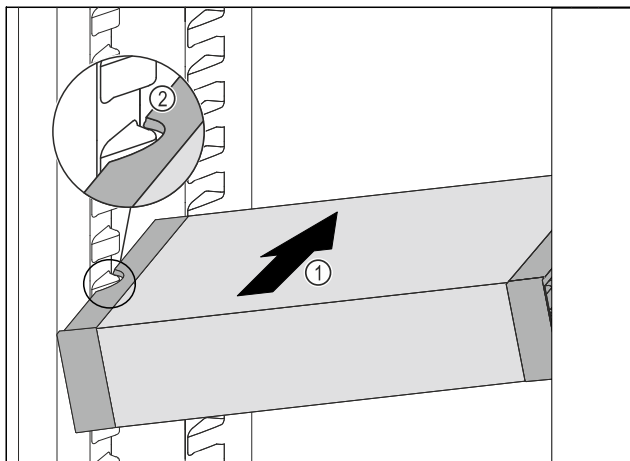

Fig. 94
- ▶ Вдвигайте VarioSafe под наклоном в холодильное отделение Fig. 94 (1), пока боковые выемки Fig. 94 (2) VarioSafe не окажутся на высоте выступа резервуара в холодильном отделении.